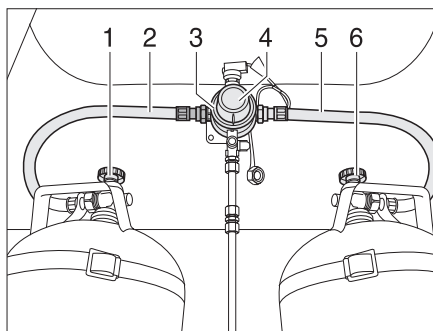
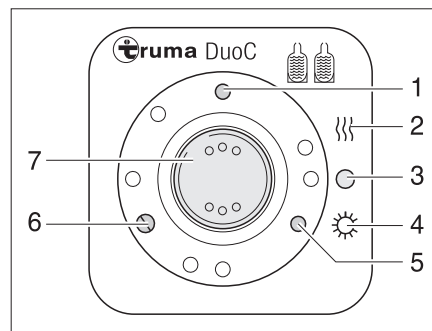

Fig. 148 Instalación de conmutación DuoControl
Fig. 149 Unidad de mando
La instalación de conmutación DuoControl se compone de una válvula selectora (Fig. 148,3) y la unidad de mando (Fig. 149). La válvula selectora está montada entre las gomas del gas (Fig. 148,2 y 5). Con el botón giratorio (Fig. 148,4) en la válvula selectora se puede determinar cuál de las bombonas de gas se utilizará como bombona de servicio y cuál bombona de gas como bombona de reserva.
En la unidad de mando (Fig. 149) únicamente pueden conmutarse las funciones eléctricas. Las llaves de paso principales de las bombonas de gas (Fig. 148,1 y 6) deben abrirse a mano.
La válvula selectora garantiza una presión de gas constante independientemente de cuál sea la bombona de gas que suministre el gas. Las dos luces de control en la unidad de mando indican el nivel de llenado de la bombona de servicio. Al estar encendida la luz de control verde (Fig. 149,6), estará llena la bombona de servicio. Al estar encendida la luz de control roja (Fig. 149,5), estará vacía la bombona de servicio. Entonces, el suministro de gas se realizará a través de la bombona de reserva.
- Abrir las llaves de paso principales en las bombonas de gas (Fig. 148,1 y 6).
- Con el botón giratorio (Fig. 148,4) en la válvula selectora (Fig. 148,3), seleccionar la bombona de gas de la que habrá de tomarse el gas principalmente (bombona de servicio).
- Conectar la instalación de conmutación DuoControl en la unidad de mando (Fig. 149).
Para ello, ajustar el interruptor basculante (Fig. 149,7) en modo de invierno "On y calentar" (Fig. 149,2) o en modo de verano "On" (Fig. 149,4). Ahora, estará purgada de aire la válvula selectora. La luz de control amarilla (Fig. 149,1) estará encendida al haber seleccionado el modo de invierno y estando conectado el deshelador de regulador.
- Poner el interruptor basculante (Fig. 149,7) en "O" (Fig. 149,3). La luz de control amarilla (Fig. 149,1) se apaga.
- Cerrar las llaves de paso principales en las bombonas de gas (Fig. 148,1 y 6).
Las luces de control en la unidad de mando (Fig. 149,5 y 6) señalizan en el interior del vehículo si la bombona de servicio está dispuesta para el funcionamiento.
En caso de que luz de control verde (Fig. 149,6) se apague durante el servicio y se encienda la luz de control roja (Fig. 149,5), estará vacía la bombona de gas seleccionada como bombona de servicio y deberá ser cambiada. La bombona de reserva seguirá suministrando gas a los consumidores de gas.